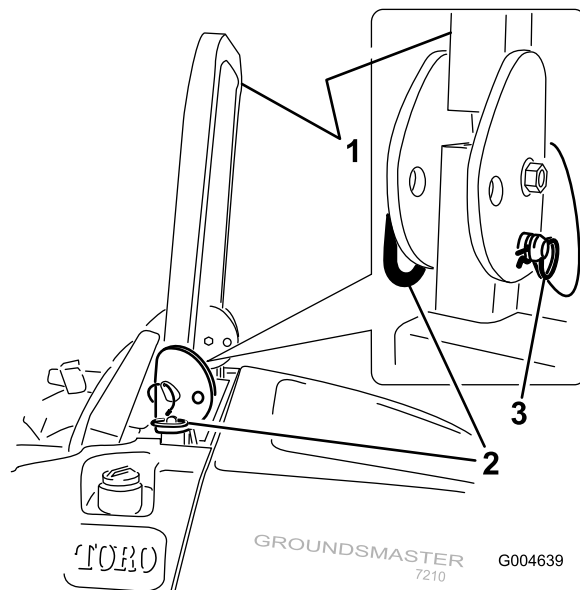

Bild 12
1. Nehmen Sie zum Absenken des Überrollbügels die Splints ab, drücken Sie den Überrollbügel nach vorne gegen die Federn und nehmen Sie die zwei Stifte ab (Bild 12).
3. Setzen Sie die zwei Stifte ein und befestigen sie mit den zwei Splints (**Bild 12**).
4. Entfernen Sie zum Hochklappen des Überrollbügels die Splints und zwei Stifte (**Bild 12**).
5. Richten Sie den Überrollbügel ganz auf und setzen zwei Stifte ein. Befestigen Sie die Stifte mit den Splints (**Bild 12**).